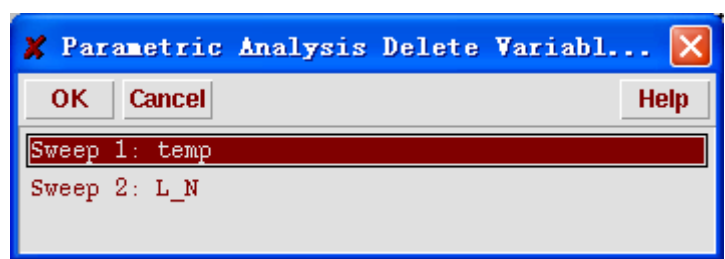

图 9.31 删除扫描参数的确定
- 删除一个变量：我们还是在“Setup”下拉菜单中选择“Delete Range”，“Parametric Analysis Delete Variable”窗口将弹出，我们在里面选择要删除的变量，例如“temp”，如图 9.31 所示。